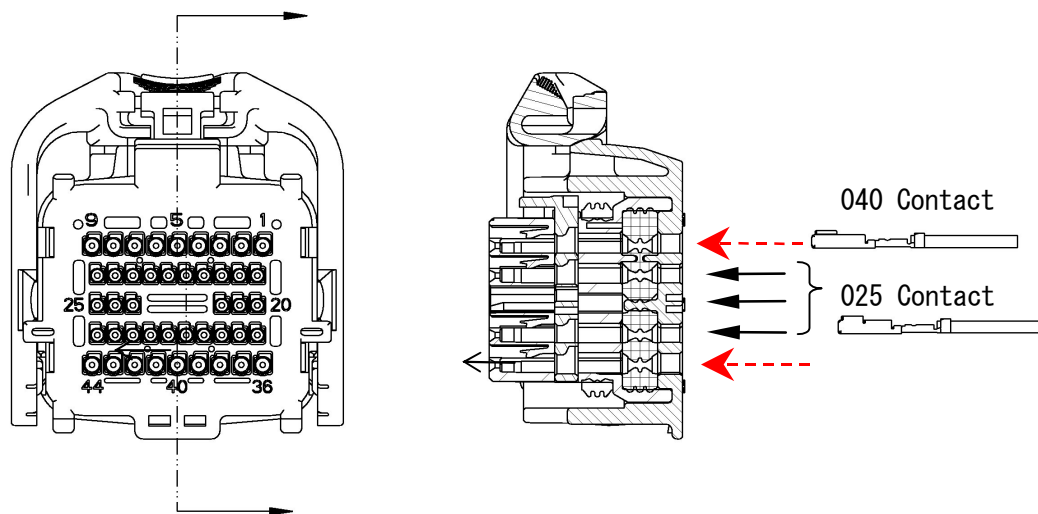

Fig.9
(2) Fig.9 のような向きにメス端子を指定のキャビティ(メス端子が収納される穴)に「カチッ」というランスの装着音がするまで挿入して下さい。入り難い場合は無理に押し込もうとせずリテーナーの位置を確認して下さい。
Insert the contacts into the housing with same direction as shown in Fig. 9 The insertion finished when you hear click sound and contact stops.